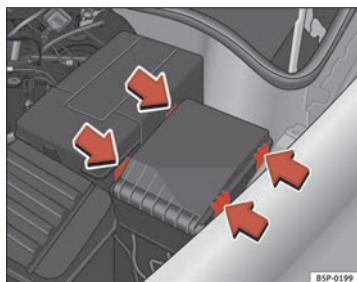

Fig. 176 Tapa de la caja de fusibles en el compartimento motor
- Retire la tapa de fusibles del compartimento del motor haciendo presión sobre las lengüetas hacia el centro de la tapa ⇒ fig. 176.